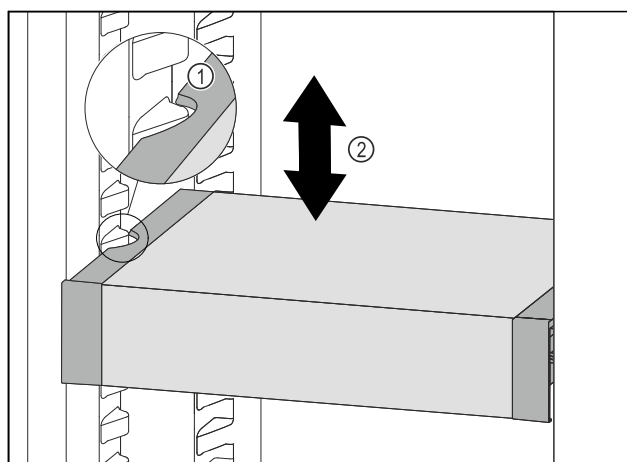

Fig. 143
- ▶ Táhněte VarioSafe dopředu, dokud nebudou boční vybrání VarioSafe na úrovni žebrování na nádoby v chladniče. Fig. 143 (1)
- ▶ Posouvejte VarioSafe v chladniče nahoru nebo dolů, dokud nedosáhnete požadované výšky. Fig. 143 (2)